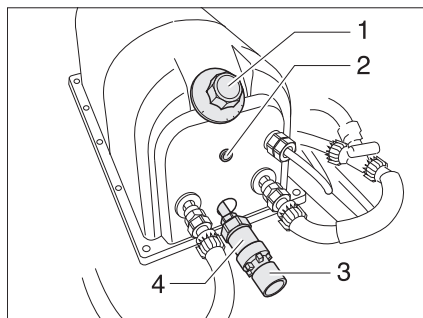

Fig. 126 Chauffe-eau Reich
Le chauffe-eau fonctionne avec 230 V. Le chauffe-eau chauffe environ 5 litres d'eau. Le régulateur (Fig. 126,1) du chauffe-eau permet de régler la température de l'eau. L'eau ne peut pas être chauffée à plus de 80 °C.
- Régler la température désirée sur le régulateur de température (Fig. 126,1). Le voyant de contrôle (Fig. 126,2) s'allume pendant la mise en température.
- Faire tourner le régulateur de température (Fig. 126,1) jusqu'au repère "I" dans le sens inverse des aiguilles d'une montre.
- Régler la température désirée sur le régulateur de température (Fig. 126,1).
- Ouvrir l'évacuation de l'eau sur la soupape de surpression (Fig. 126,4). Faire tourner le bouton rotatif rouge (Fig. 126,3) dans le sens inverse des aiguilles d'une montre.